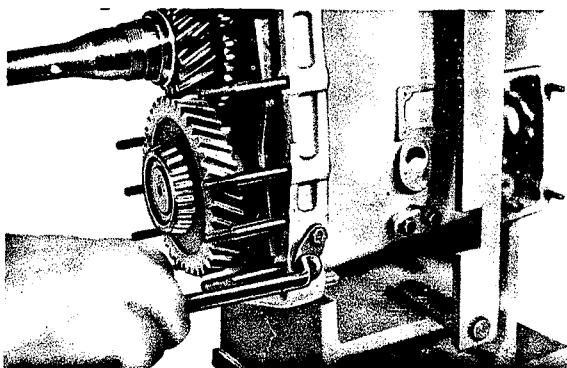

Fig. 12
8.1 Dévissez les vis à tête hexagonale (633) (fig. 12) et retirez du carter les axes d'articulation (605 et 615). Il est alors avantageux de faire basculer la boîte sur le chevalet de montage "1" de manière à ce que l'arbre menant soit orienté vers le haut et de guider un peu les fourchettes pour empêcher qu'elles ne se mettent de travers.